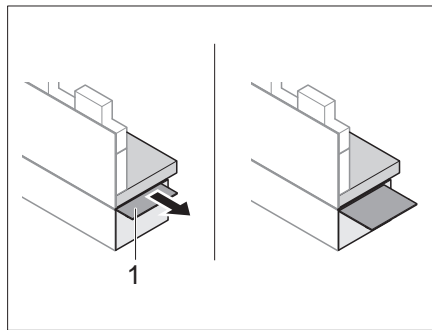
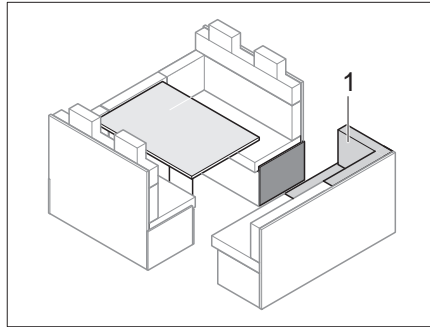
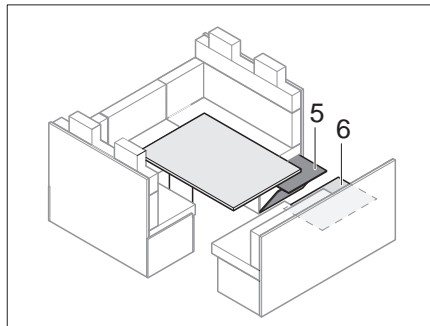

Bild 109 Sitzbankverlängerung herausziehen
Bild 111 Vor dem Vergrößern
Bild 113 Sitzbankverlängerung ausklappen
- Sitzbankverlängerung (Bild 109,1) herausziehen.
- Sitzpolser (Bild 111,1) entfernen.
- Sitzbankverlängerung (Bild 113,5) nach oben klappen und verkeilen (Bild 109).
- Verstärkungsplatte (Bild 113,6) unter dem Sitzpolster (Bild 111,1) hervorholen und die Lücke zwischen Sitzplatzverlängerung und Seitensitzbank schließen.